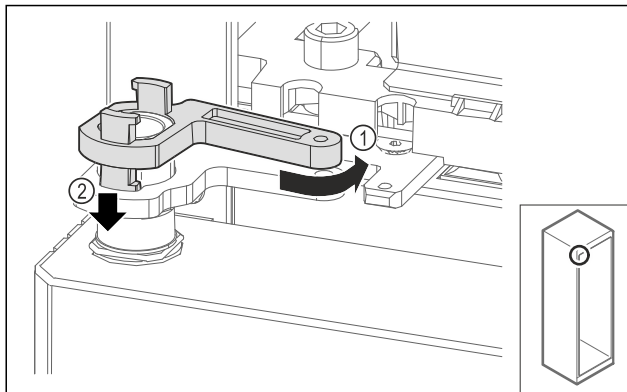

Fig. 67
- ▶ Verriegelung Lagerbock leicht zurückdrehen Fig. 67 (1), nach unten drücken Fig. 67 (2) und im Scharnierwinkel verriegeln.